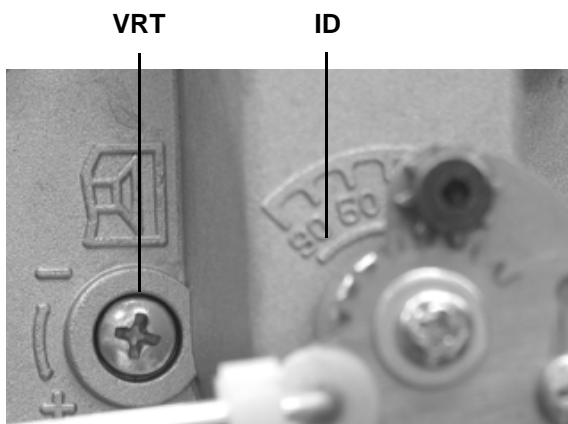
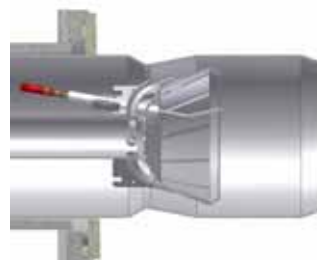

Рис. 11
Рис. 12: Голова сгорания, выдвинутая полностью вперед
- 8 На заводе-изготовителе голова сгорания горелки настраивается на положение максимальной мощности “MAX”. Настройка на максимальную мощность соответствует положению головы “выдвинута полностью вперед” - для стандартного типа горелок (Рис. 12) и положению “полностью назад” - для горелок с низкими выбросами NOx (Рис. 13). Установка головы в положении “полностью вперед” - подразумевает под собой ее выдвижение внутрь камеры сгорания котла, в то время положение “полностью назад” означает - в сторону оператора. Что касается работы на сниженной мощности, необходимо последовательно сдвинуть голову сгорания по направлению положения “МИН”, вращая винт **VRT** (Рис. 11) по часовой стрелке. Индикатор D указывает на перемещение головы сгорания.